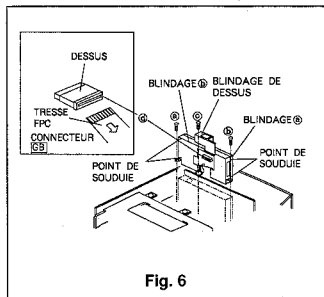

Fig. 6
- C. Déconnecter la tresse en tirant légèrement sur l'extrémité du connecteur GB, comme montré en Fig. 6.